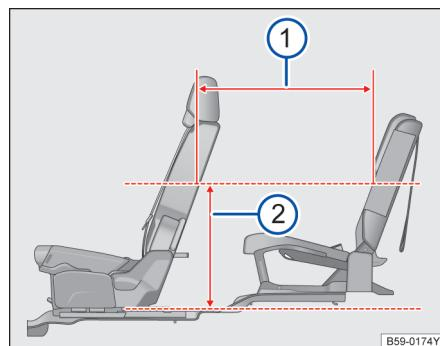

图 80 第二排座椅和第三排座椅的座间距
地板 500mm 处→图 80②, 第二排及第三排座椅
座间距为 605mm→图 80①。